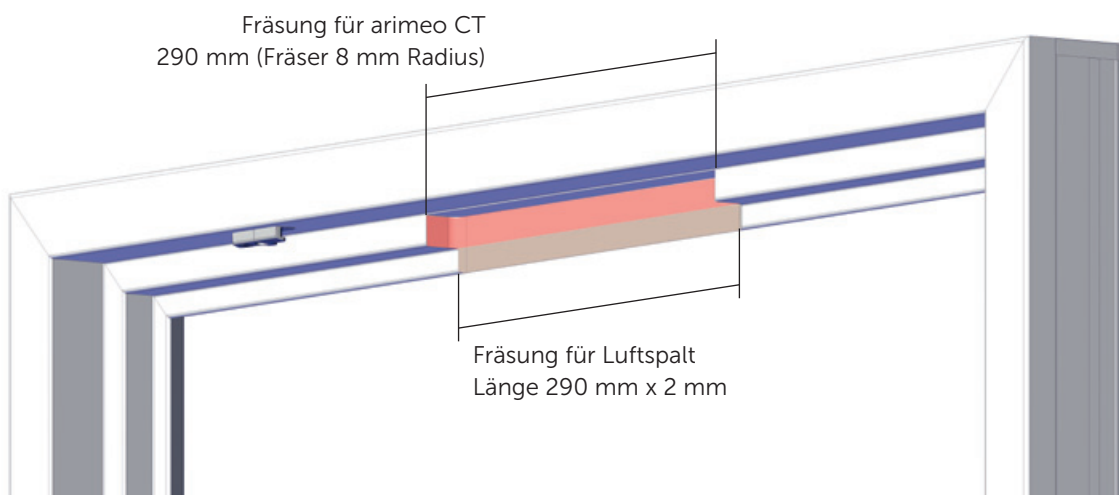

Abbildung 1: Fräsung
2. Fräsen Sie den oberen Blendrahmen bzw. Kämpfer an den für arimeo vorgesehenen Positionen aus. Hierdurch entsteht sowohl der Einbauraum für arimeo als auch der äußere Luftführungsspalt (2 mm). Abbildung 1 zeigt exemplarisch die Maße für die Einbauvariante SINGLE.